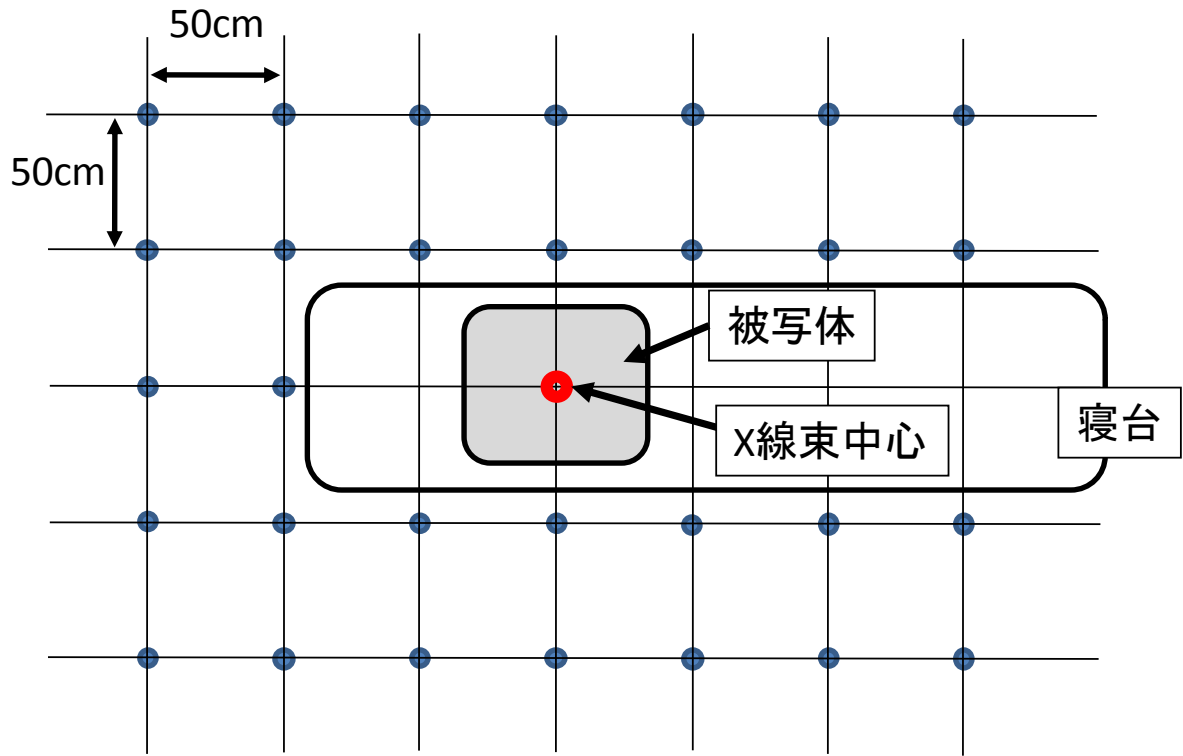

図1 室内散乱 X 線量の測定点 (平面図)
- (1) 室内散乱 X 線量の測定方法は定めない。ただし、新たに測定する場合は、下記の条件で行うこと。
- ① 被写体：IVR 基準点での線量率測定に準ずる。
- ② 図 1 に示す点の散乱 X 線量を測定する。ただし、アーム支持装置やカテーテルテーブル、モニタなどによって測定できない場所は除く。
- ③ X 線照射方向：P-A (垂直方向)
- ④ 床面から測定点までの高さ：1.0 m と 1.5 m
- ⑤ 散乱 X 線量測定図には通常の術者位置を記入する。
- (2) 測定条件は「様式 8」に記入して提出する。
- (3) 線量計の校正結果の写し。